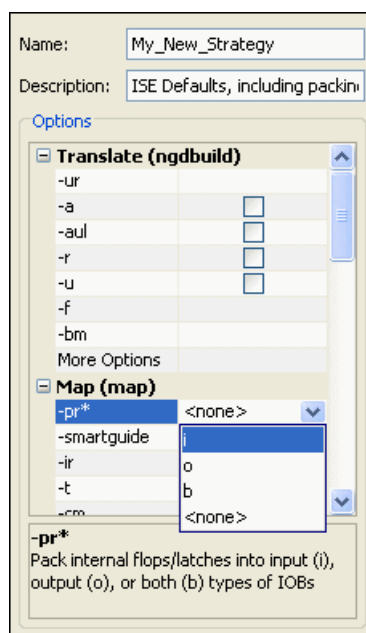

図 4-74 : コマンド オプションと説明
7. 右側のコマンド オプション エリアをクリックし、ドロップダウン メニューから値を選択するか、値を入力します。図 4-74 に示すように、使用可能なコマンド オプションの値がドロップダウン メニューに表示されます。PlanAhead であらかじめ設定されているストラテジのデフォルト設定は変更できません。